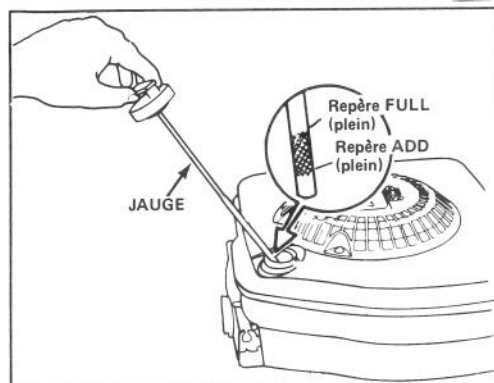

Figure 6
Avant chaque usage, s'assurer que le niveau d'huile se situe entre les repères ADD et FULL (Fig. 6). Ajoutez de l'huile si le niveau est bas.
3. Essuyez la jauge d'huile et insérez-la dans le col de remplissage. Tournez le bouchon d'un quart de tour dans le sens des aiguilles d'une montre. Enlevez ensuite la jauge d'huile et vérifiez le niveau d'huile (Fig. 6). Si le niveau est bas, ajoutez une quantité d'huile qui soit tout juste suffisante pour amener le niveau à la marque FULL (PLEIN) sur la jauge d'huile. **NE REMPLISSEZ PAS AU-DELA DE LA MARQUE FULL (PLEIN) CAR LE MOTEUR POURRAIT ÊTRE ENDOMMAGÉ LORS DU DÉMARRAGE.**
1. VERIFICATION DU NIVEAU D'HUILE — Avant chaque usage, s'assurer que le niveau d'huile se situe entre les repères ADD et FULL (Fig. 6).